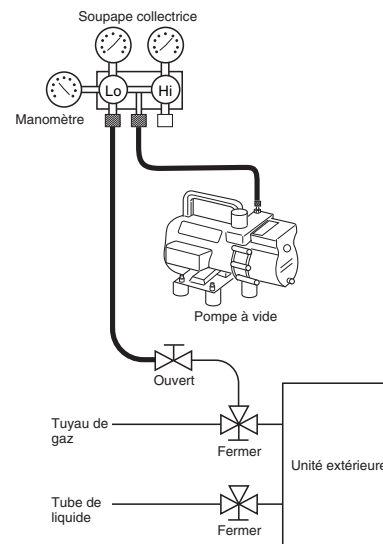

Fig. 8-4
- (1) Fixer l'extrémité de tuyau de charge décrite dans les étapes précédentes à la pompe à vide pour évacuer la tuyauterie et l'unité intérieure. Confirmer que le bouton "Lo" de la soupape collectrice est ouvert. Ensuite, démarrer la pompe à vide.
- (2) Lorsque le vide désiré est atteint, fermer le bouton "Lo" de la soupape collectrice, et arrêter la pompe à vide. Confirmer que l'indication du manomètre est inférieure à  $-101$  kPa ( $-755$  mmHg, 5 Torr) après 4 ou 5 minutes de marche de la pompe à vide. (Fig. 8-4)